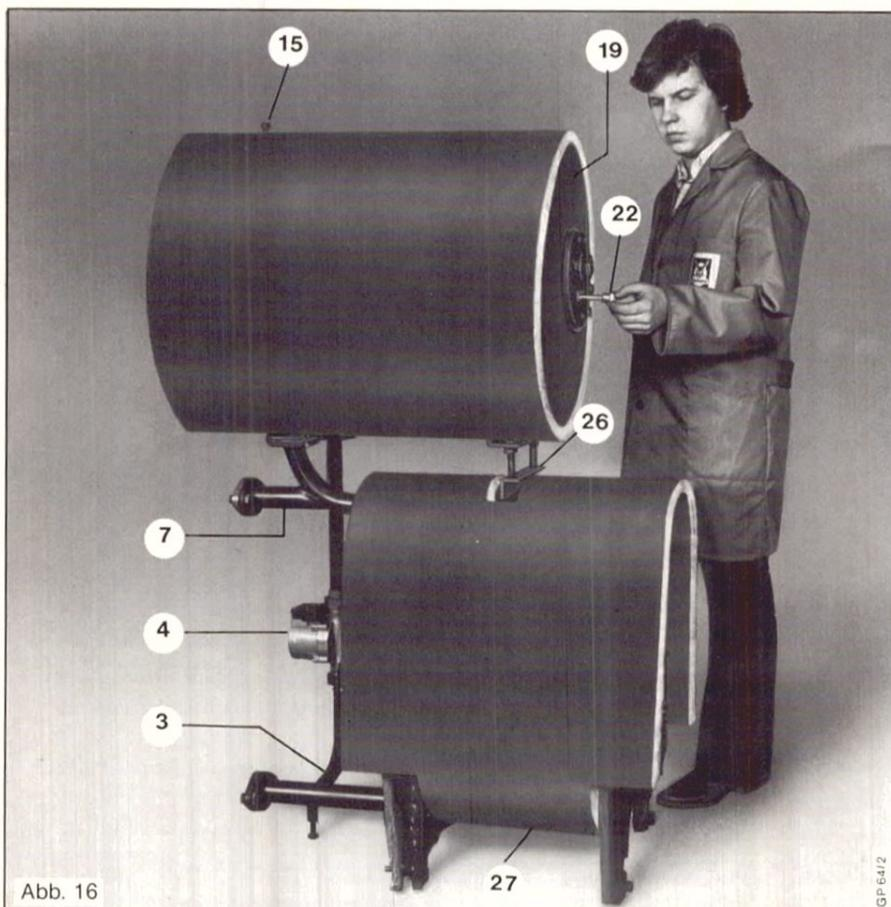

Abb. 16
Vor der Montage der Verkleidung ist die Wärmeisolierung am Speicher anzubringen u. zu befestigen. Siehe Abb. 16, Seite 10. Frontpaneele (7 u. 10) am Kesselblock oben mit zwei Kreuzschlitzschrauben befestigen. U-Profil (11) zusammen mit den Paneelen (7 u. 10) unten am Kesselblock mit zwei Kreuzschlitzschrauben befestigen. Obere u. untere Haltewinkel am Kesselschalt-pult gemäß Abb 11, Seite 7 anschrauben. (Siehe hierzu auch sep. Montageanleitung Nr. 80 53 36).